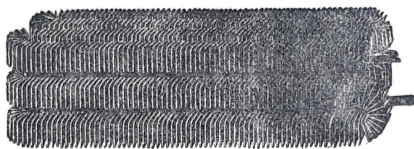

Fig. 57.
1.o *Radiatore a tubi provvisti di alette* (fig. 57). Consiste in un tubo piegato a serpentino, sul quale sono posti di riporto tanti piccoli dischi piani od ondulati aventi l'ufficio di aumentare la superficie di contatto coll'aria e possono essere o stagnati o semplicemente montati. L'acqua calda che esce dal motore cede il calore a questi tubi ed a queste alette, le quali sono raffreddate dall'aria esterna.